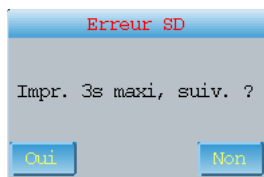

Fig. 7-32
(4) si la mémoire de la carte SD n'est pas suffisante pour stocker ce cas, l'invite comme Fig.7-32 apparaîtra.